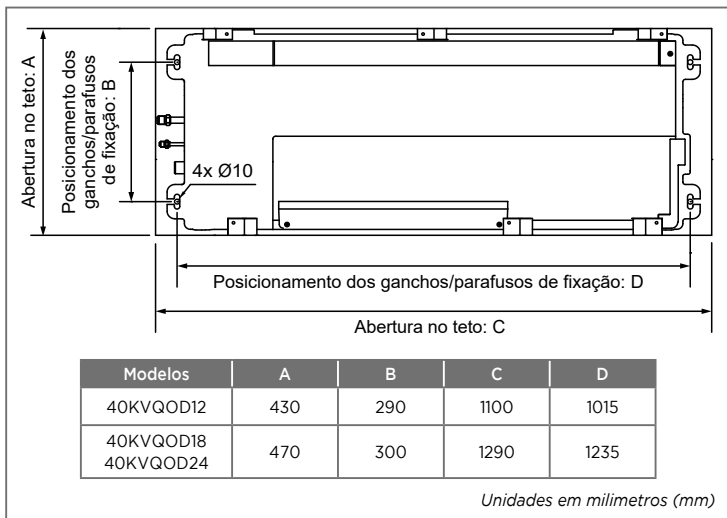

FIG. 13 - ABERTURA NO TETO E POSICIONAMENTO DOS PARAFUSOS DE FIXAÇÃO
2. Faça então a instalação dos ganchos observando o posicionamento destes conforme apresentado também no gabarito de instalação - Fig. 13.